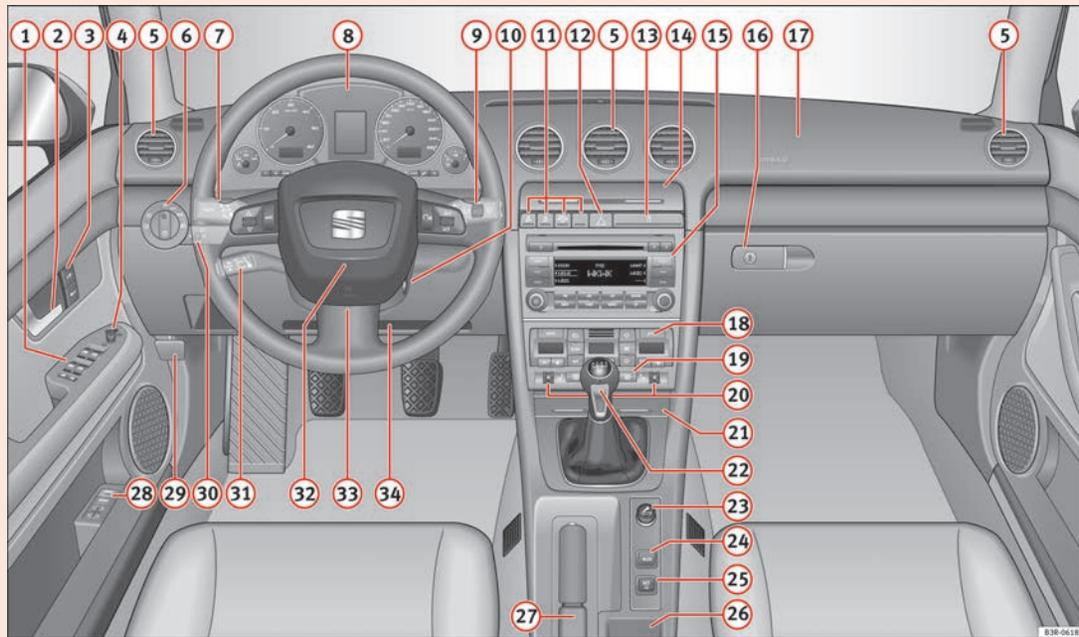

Abb. 36 Einige der gezeigten Instrumente oder Anzeigefelder gehören nur zu bestimmten Modellausführungen oder sind Mehrausstattungen.
- Bei Fahrzeugen mit Rechtslenkung* weicht die Anordnung der Bedienelemente zum Teil von der in ⇒ Abb. 36 gezeigten Anordnung ab. Die Symbole, die die Bedienelemente markieren, sind jedoch gleich. ■